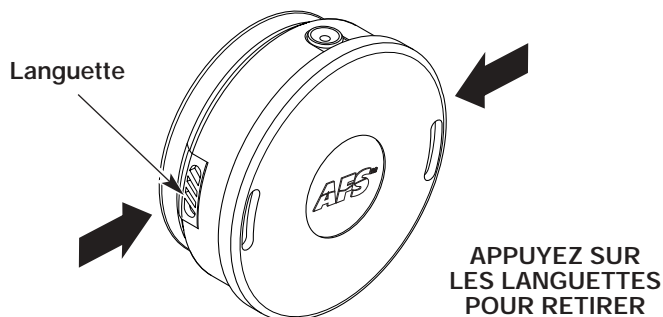

Fig. 11
1. Enfoncez les languettes et retirez le couvercle inférieur (Fig. 11).